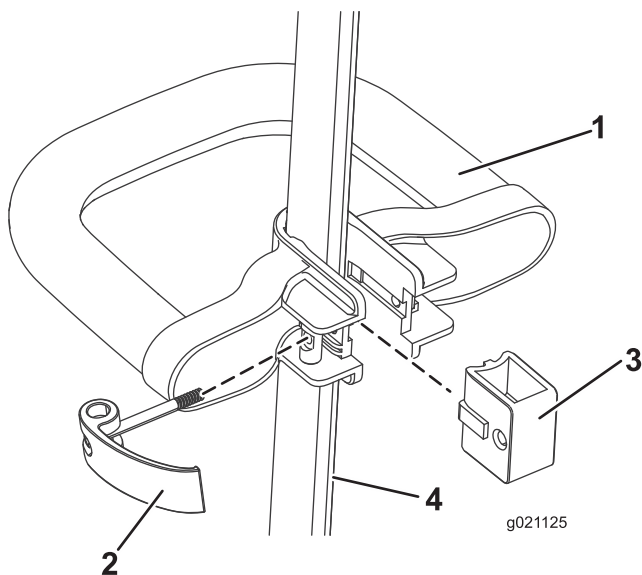

Figure 5
1. Placez la poignée auxiliaire sur l'arbre supérieur de la débroussailleuse, la surface lisse tournée vers l'utilisateur (Figure 5).
2. Glissez le renfort dans la poignée auxiliaire jusqu'à ce qu'il soit engagé dans la rainure de l'arbre (Figure 5).
3. Glissez le verrou par la gauche dans la poignée et le renfort comme montré à la Figure 5, puis serrez la vis du verrou à l'aide d'un tournevis à pointe cruciforme.